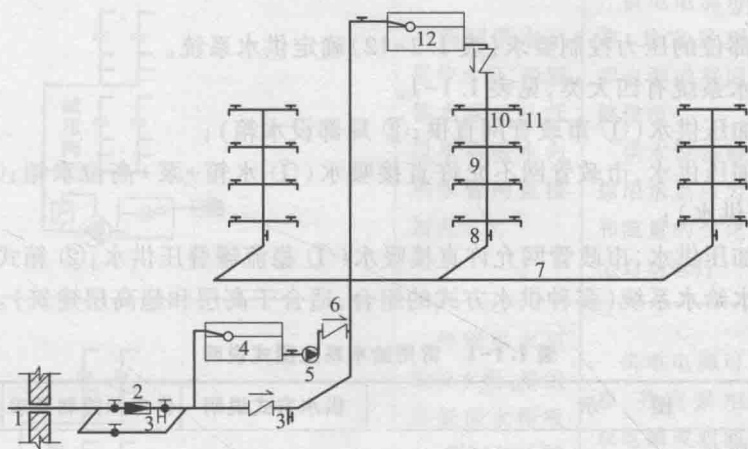

图 1.1-1 建筑内部给水管道系统示意图
1. 建筑内部生活给水系统,一般由引入管、给水管道、给水附件、给水设备、配水设施和计量仪表等组成,如图 1.1-1 所示。